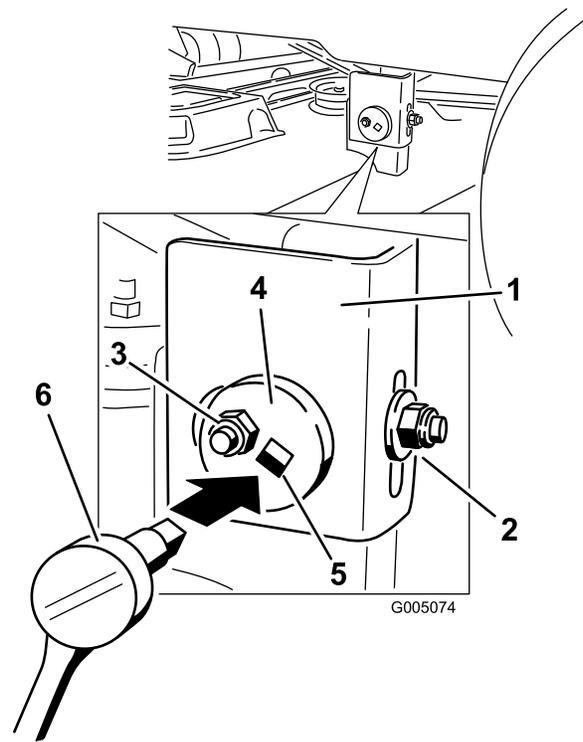

Bild 43
7. Gehen Sie zur linken Seite der Maschine. Lösen Sie (nicht entfernen) die hintere Sicherungsmutter am Hängeprofil (Bild 43).
8. Lösen Sie die seitliche Sicherungsmutter am Hängeprofil so viel, dass Sie die Exzenterplatte einstellen können (Bild 43). Stellen Sie die Exzenterplatte mit einer 9,5 mm Verlängerung auf einem Schraubenschlüssel ein. Verstellen Sie die Höhe des Mähwerks und stellen Sie die gewünschte Höhe mit dem Schraubenschlüssel ein.
9. Stoppen Sie das Mähwerk an der eingestellten Stellung und ziehen Sie die seitliche Sicherungsmutter am Hängeprofil fest, um die neue Stellung zu arretieren (Bild 43). Ziehen Sie die hintere Sicherungsmutter am Hängeprofil fest.